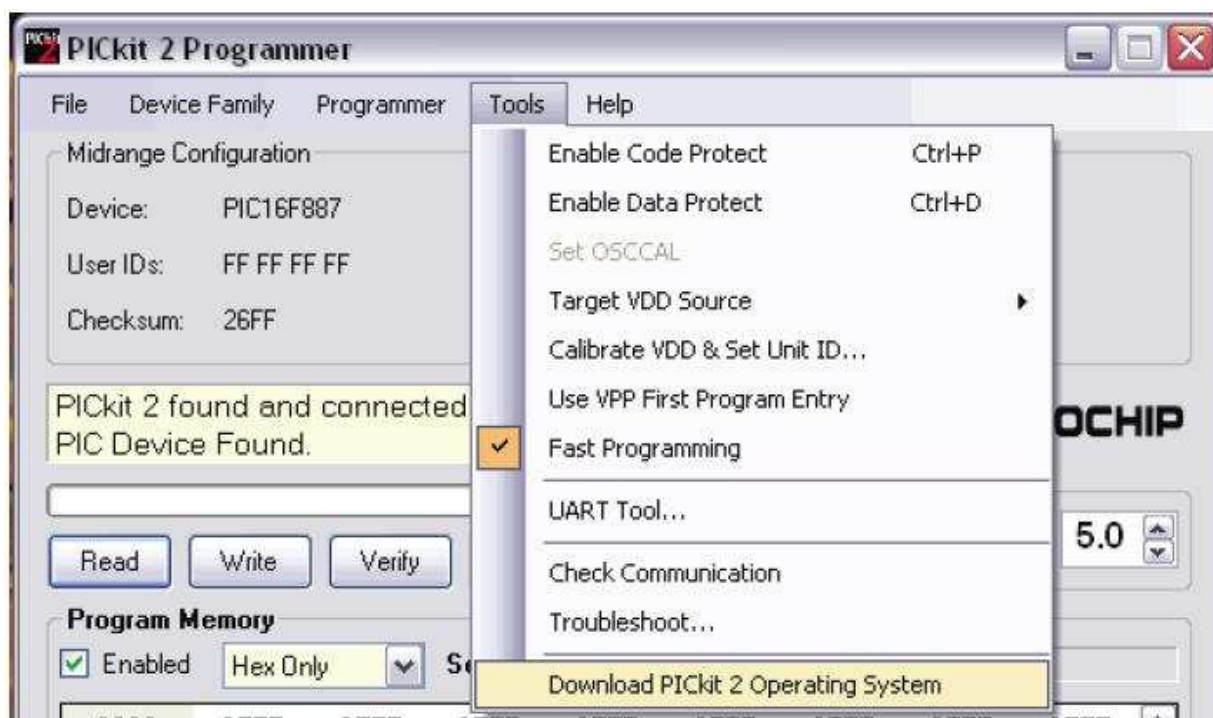

Рис. 6-2
2. Выберите **Tools**→**Download PICKit 2 Operating System** (**рис. 6-2**)